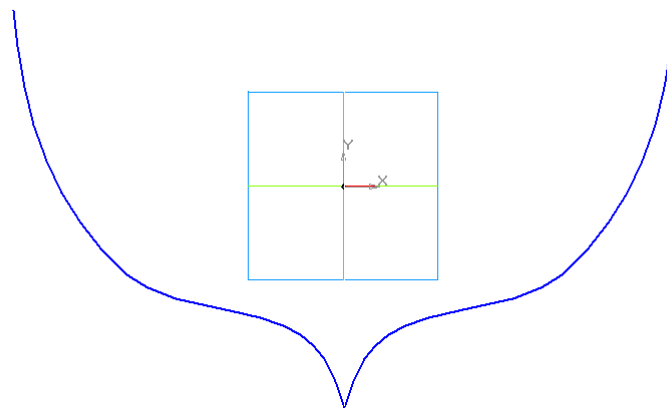

Рис. 5.24. Профиль лодки.
Вы, наверное, уже догадываетесь, что кроме плоскости построения первого эскиза придется создать еще 4 смещенные плоскости, в каждой из которых будет свой эскиз сечения лодки. Пусть профиль модели лодки выглядит примерно так, как показано на рис. 5.24.
- 4) Создайте по образцу (рис. 5.24) эскиз-сечение Профиль лодки.